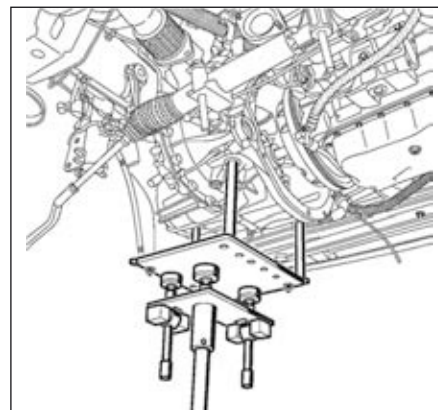

FIG.12
- Mettre en place un vérin d'organes sous la boîte de vitesses robotisée (Fig.12).